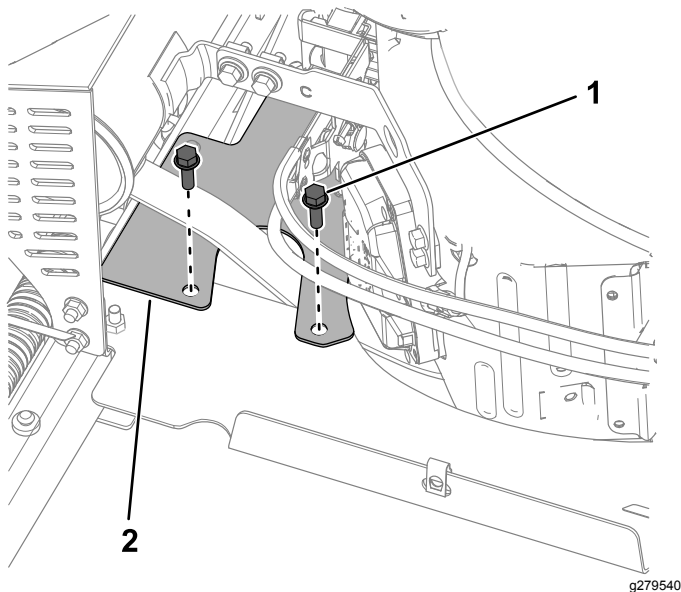

Figura 33
2. Montate la protezione della cinghia come illustrato nella Figura 33. Serrate i bulloni a 20–25 N·m.